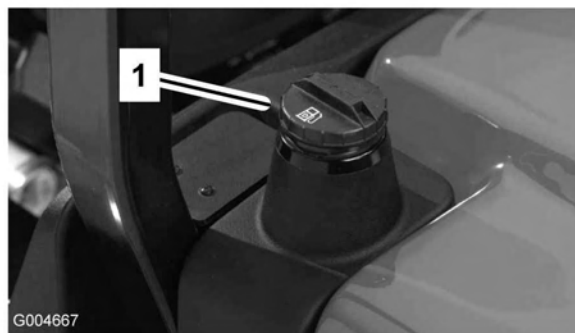

Figura 8
3. Retire el tapón del depósito de combustible (Figura 8).